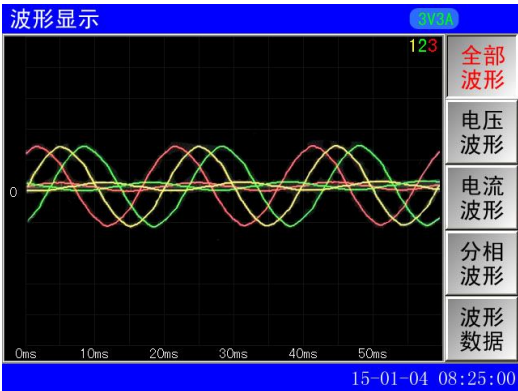

图 6-1 波形显示
3.1 波形显示见屏幕（图 6-1）
全部波形---所有测试信号的波形；（见图 6-1）